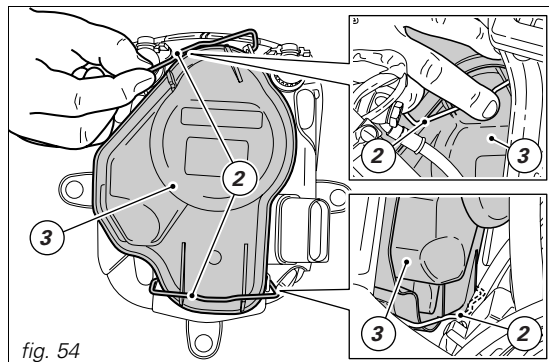

fig. 54
Pour accéder aux ampoules du phare avant, décrochez les agrafes (2), supérieure et inférieure, en intervenant par les côtés de la bulle fixe au-dessous du tableau de bord (fig. 54), et ouvrez le cache (3).